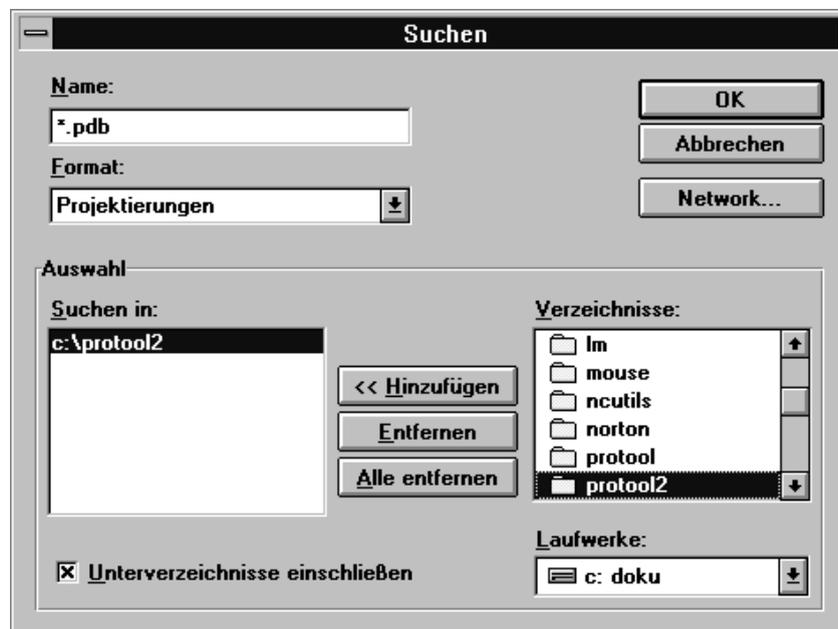

Bild 16-2 Dialogbox Suchen zur Spezifikation der Suchkriterien
**Aufruf** Sie rufen den Projekt-Manager unter dem Menüpunkt *Datei* → *Projekt-Manager* auf. Wenn Sie den Projekt-Manager zum ersten Mal aufrufen, erscheint die in Bild 16-2 dargestellte Dialogbox.
Unter *Auswahl* stellen Sie die Laufwerke und Verzeichnisse ein, die für Sie relevant sind. Mit *OK* gelangen Sie in die in Bild 16-3 dargestellte Dialogbox. Hier wählen Sie die Datei aus. Diese Dialogbox erscheint auch, wenn Sie den Projekt-Manager erneut aufrufen. Über die Schaltfläche *Suchen* gelangen Sie wieder in die in Bild 16-2 dargestellte Dialogbox.